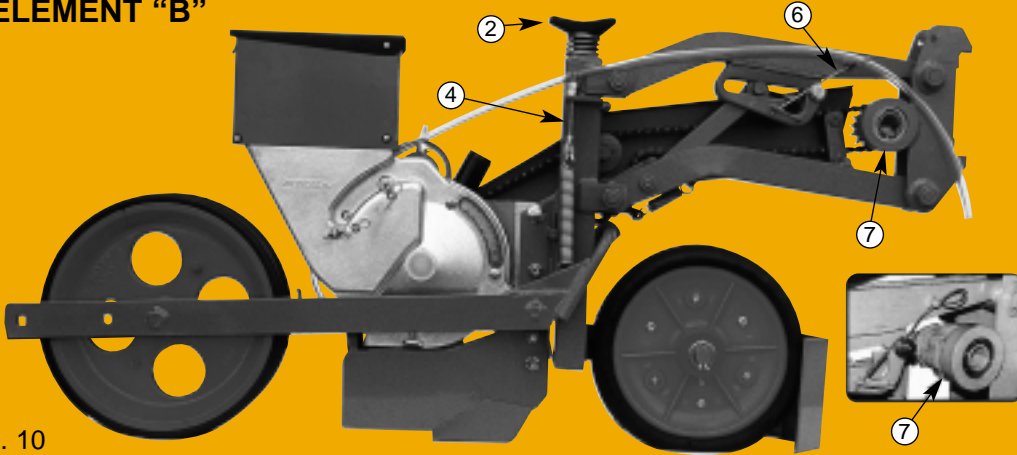

Fig. 10
- ① Klutenräumer : Für die Höheneinstellung bitte die Flügelmuttern verwenden. Um sie gerade auszurichten verwenden Sie die Schraube (1). Die Klumpenentferner Sollten sorgfältig eingestellt werden.
- ② Tiefeneinstellung mittels Handkurbel : Um die Höhe der vorderen Rolle zu regulieren ; beachten Sie die Markierungen auf der Skala.
- ③ Druckeinstellung für die Zwischenandruckrolle.
- ④ Druckeinstellung der hinteren Andruckrollen : Diese Einstellung ist wichtig, um einen gleichmäßigen Druck auf die Vordere und hintere Andruckrolle zu bekommen. Die Elemente laufen dadurch stabil und es ergibt sich eine gleichmäßige Saattiefe.
- ⑤ Höhen-u. Druckeinstellung der mittleren Zustricher : wenn notwendig Federn lösen
- ⑥ Ausheben der Elemente in Transportstellung : wenn Sie die Feder aushaken kann das Element in Transportstellung ausgehoben werden.
- ⑦ Ausschalten des Antriebs : durch 1/4 Drehung der Antriebsklaue (fig. 10).
#### Element Version B (Fig. 10) für Reihenabstände von 14 cm (5 1/2") und mehr
- ① Clod removers : height adjustment using the wing nut - straighten them up if necessary using the bolt (a). The clod removers should be carefully adjusted.
- ② Depth control hand wheel : for adjusting the height of the front wheel.
- ③ Down pressure on the intermediate press wheel.
- ④ Down pressure on the rear wheel : this adjustment is important as it regulates the balance between the front rear wheels and thus the stability of the planter unit and the regularity and the depth.
- ⑤ Height and pressure of the intermediate hillers : unhook the springs if necessary.
- ⑥ Lock-up of the planter unit in an up position : when the spring is unnotched, the unit can be locked up in a raised position.
- ⑦ Individual disengaging : slide the cam and turn 1/4 turn (fig. 10).
### PLANTER UNIT B VERSION (fig. 10) for row spacing of 14 cm (5 1/2") and more
- ① Quita-terrones. Regulación de la altura con la tuerca-mariposa-restablecer el aplomo, si es necesario, con el tornillo (A). Se debe regular el quita terrones con atención.
- ② Volante de regulación del terraje : acciona la altura de la rueda delantera.
- ③ Presión de la ruleta intermedia.
- ④ Presión de la rueda trasera : esta regulación es importante, de ella depende el equilibrio con la rueda delantera, por consiguiente la estabilidad del cuerpo y la regularidad del enterramiento.
- ⑤ Altura y presión de las racletas intermedias : soltar los muelles si necesario.
- ⑥ Enganche del cuerpo en posición alta : en función de su posición, el muelle libera ó no el diente de enganche.
- ⑦ Desembrague individual : empujar a fondo el volante y girar un cuarto de vuelta (fig. 10).
#### CUERPO SEMBRADOR Versión B (fig. 10) entrefilas de 14 cm ó más